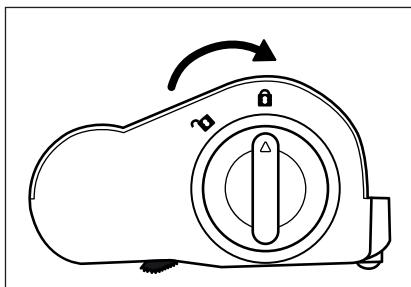

Fig. 29
- 5) Inserire il rullo a spazzola **20** nella spazzola per pavimenti **21** e ruotare lo sblocco del rullo a spazzola **19** in direzione del simbolo **🔒** (chiudere) (vedere fig. 29).